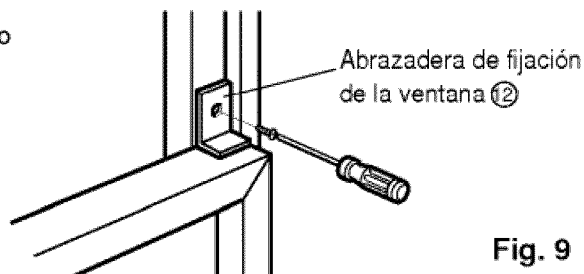

Fig. 9
- 12 Agregue la abrazadera de fijación 12 con un tornillo Tipo C 7 (ver Fig. 9)